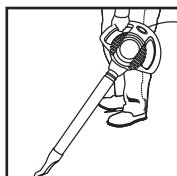

FIGURE 17
31. La bonne position de travail consiste à tenir le souffleur portable d'une main, le bras détendu, à votre côté. Le souffleur portable comporte un angle adéquat qui permet de diriger le jet d'air vers le sol, devant vous. **FIGURE 17.**